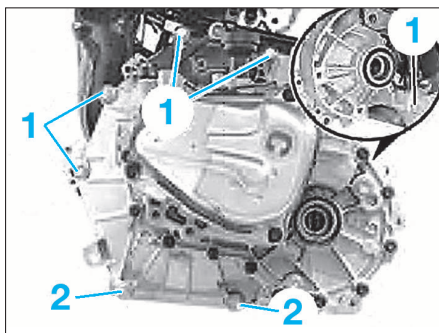

FIG. 9
- la tôle (2).
- les vis de fixation de la boîte de vitesses sur le moteur (1) et (2) (Fig.9).